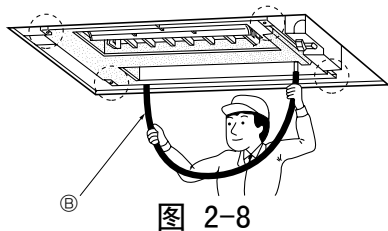

图 2-8
① 挂环螺栓 (3/8" 或 M10)
② 天花板表面
③ 螺母 (3/8" 或 M10)
④ 垫圈 ② (带绝缘片)
⑤ 垫圈 ①
⑥ (使绝缘面向下安装)
⑦ 测量到支架的顶面
4. 使用酒精水准器或装有水的透明塑料管子检查四角是否处于水平位置。(图 2-8)